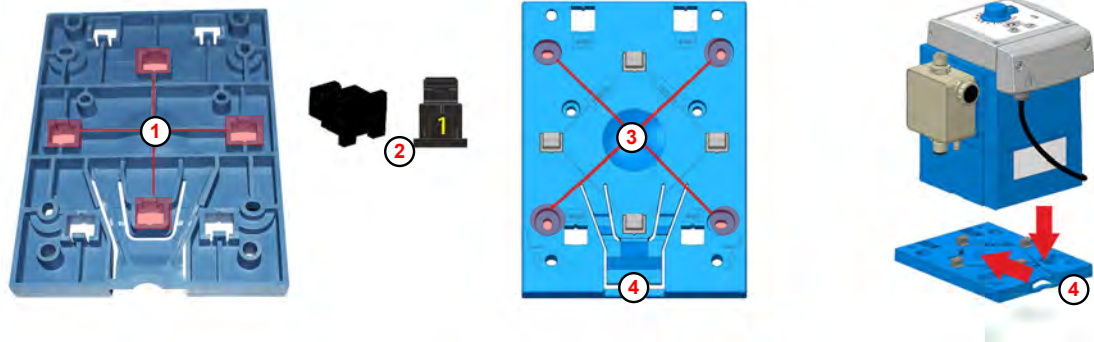

Fig. 4: Predisposizioni per montaggio su tavolo
*Le aperture per il montaggio su tavolo ( Fig. 4 , ① ) sono contrassegnate con il numero 1 sul lato inferiore della piastra di montaggio.*
*Per il montaggio su tavolo vengono usati esclusivamente elementi di fissaggio ② con il codice 1.*
2. ➤ Spingere da dietro gli elementi di fissaggio ② nelle quattro aperture ① contrassegnate con il numero 1, e farli agganciare.
4. ➤ Utilizzare la piastra di montaggio come sagoma e segnare i fori desiderati con un perno appuntito ③ .